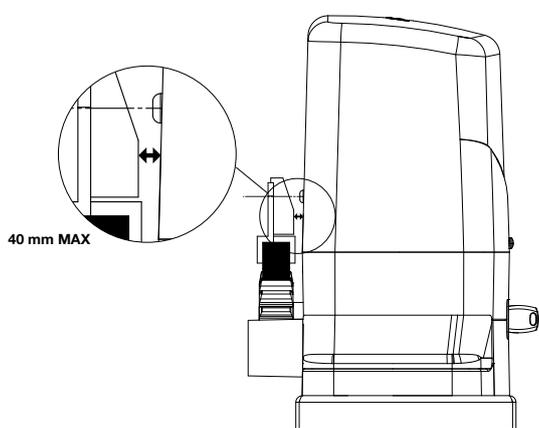

Fig. 11
**ATTENTION !** Entre l'aimant fixé sur la crémaillère et le capteur sur le corps du moteur, il doit y avoir une distance MAX du 40mm (Fig. 11, 12).